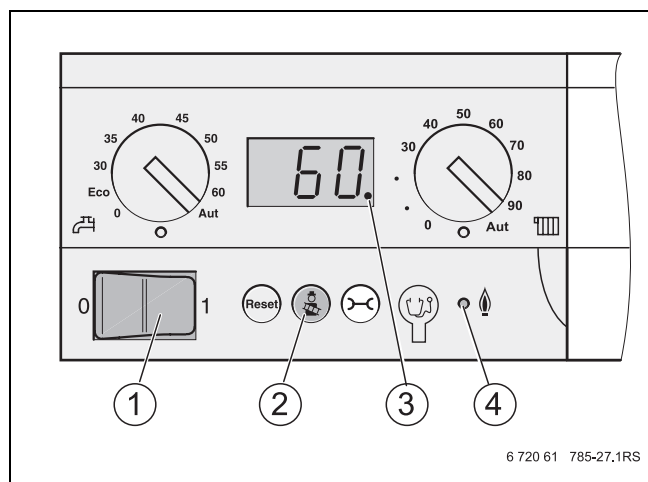

Fig. 42 Pannello di servizio del dispositivo di controllo base
- Tener premuto il tasto  (→ fig. 42, [2]), per terminare la misurazione.